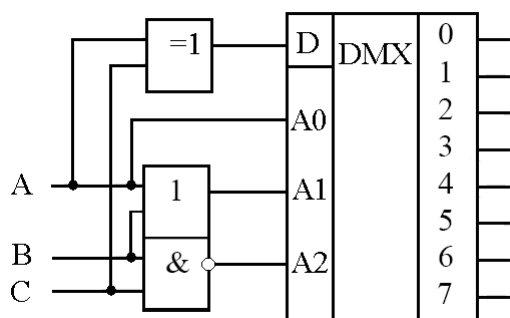

Рис. 5
25. Составьте таблицу истинности для цифрового устройства, изображенного на рис. 5.